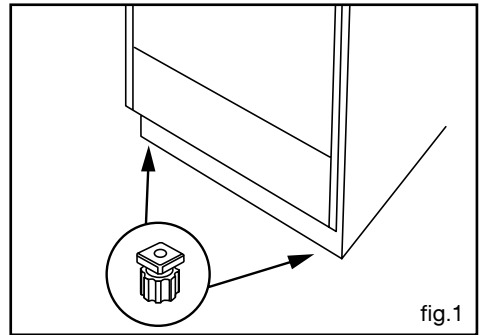

fig.1
#### • *Plat lèchefrite multi-usages fig.1*
Vous devez respecter la cote d'encastrement suivante (fig.1, vue de dessus):
- Enfoncez un tournevis entre la tôle du capot et la trappe puis faites pivoter la trappe (fig.1).
*(suivant modèle) fig.1*